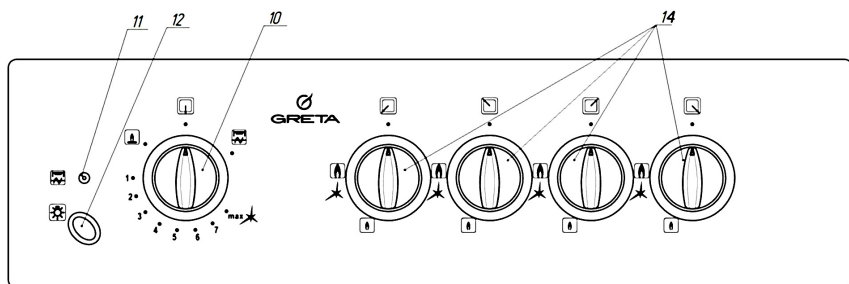

Рис. 7
– Ручка включения газовых горелок стола с автоматическим электророзжигом (поз. 14 рис. 7)
– Ручка включения газовой горелки духовки с терморегулятором, автоматическим электророзжигом и ТЭН-грилем (поз. 10 рис. 7)
– контрольная лампочка включенного состояния ТЭН-гриля (поз.11 рис.7).
Плита имеет присоединительную резьбу G 1/2". Подсоединение к газовому стоку производится по схеме рис. 7а и 7б.
Рис. 7а.
Рис. 7б.